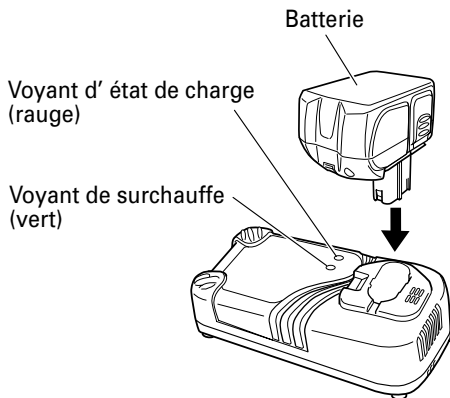

Fig. 6
- Insérer la batterie dans le chargeur de batterie. Insérer la batterie dans le chargeur de batterie comme indiqué à la Fig. 6. Bien s'assurer qu'elle touche le fond du chargeur de batterie.